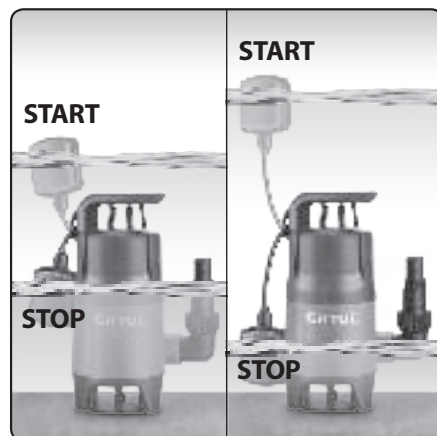

Abb. 2
➔ Die einstellbare Schwimmerkabellänge ermöglicht es, bei welcher Wasserspiegellhöhe sich die Pumpe Ein- und Ausschalten soll, siehe Abb. 2.
- Damit der Schwimmerschalter richtig funktioniert, darf die Entfernung zwischen diesem und der Aufhängung von seinem Kabel nicht zu klein sein. Das beschriebene Prinzip ist auf der Abb. 2 dargestellt.
6. Damit der Schwimmerschalter richtig funktioniert, darf die Entfernung zwischen diesem und der Aufhängung von seinem Kabel nicht zu klein sein. Das beschriebene Prinzip ist auf der Abb. 2 dargestellt.